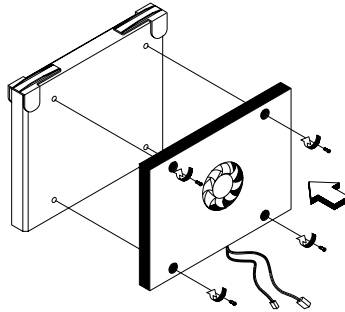

図3-5 ファン/ヒートシンクモジュール
1. 図3-5に示すように、ファン/ヒートシンクのモジュールを Pentium III Xeon プロセッサに取り付け、4本のネジで固定します。